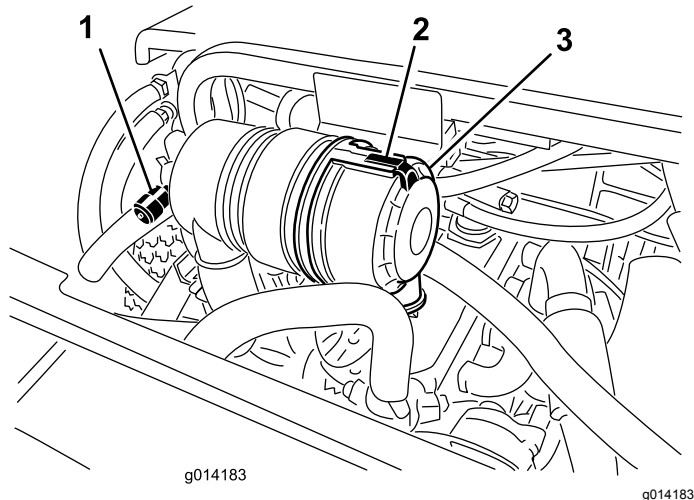

Figura 30
consentire un miglior trasferimento del grasso tra le boccole dei perni del fuso a snodo superiori e inferiori. Il grasso deve spurgare dalla parte superiore e inferiore delle aree del gruppo boccole/getto assale dei 4 gruppi di perni del fuso a snodo (Figura 30).
Effettuate la manutenzione del filtro dell'aria quando l'indicatore (Figura 30) lo richiede. Sostituendo il filtro dell'aria prima del necessario si aumenta il rischio che la morchia penetri nel motore quando si toglie il filtro.
1. Rilasciate il fermo che fissa il coperchio del filtro dell'aria al relativo corpo (Figura 30).